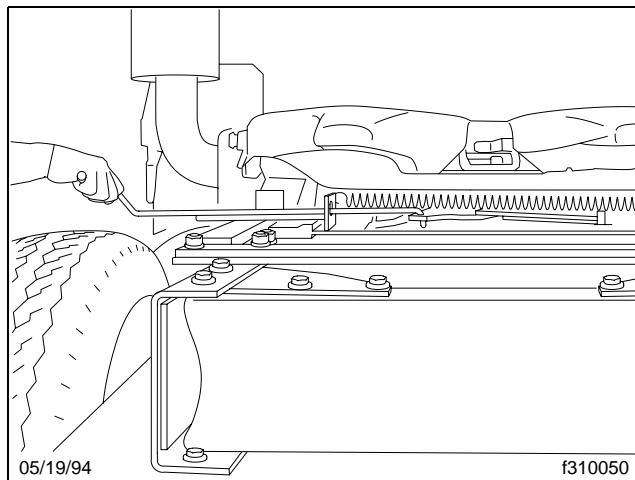

Fig. 10.20, Déverrouillage manuel de la sellette d'attelage coulissante Fontaine de série 5000
- 2.2 Pour les modèles à commande manuelle, soulevez la poignée de verrouillage du chariot coulissant pour le libérer de la plaque lui servant de guide. Puis tirez sur la poignée (**Fig. 10.20**) jusqu'à ce qu'elle soit en position déverrouillée et qu'elle puisse être positionnée contre la plaque lui servant de guide pour la retenir en position sortie. La poignée de verrouillage du chariot coulissant restera en position déverrouillée jusqu'à ce qu'elle soit manuellement libérée de la plaque lui servant de guide.